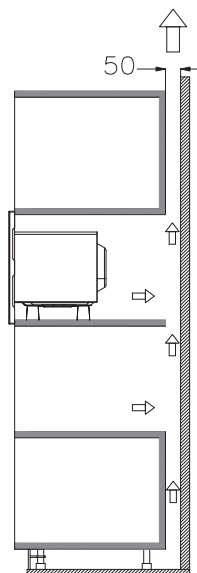

Fig. 4
d) Utilizzare le viti contenute nell'imballaggio dei componenti per fissare il forno a microonde al mobile. (Fig. 4)